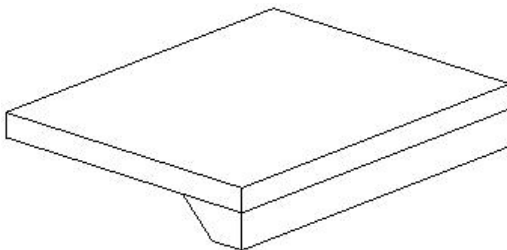

图 4-29 楼板边缘
• 点击“建筑”选项卡“构建”面板中“楼板”下拉列表，选择“楼板：楼板边缘”工具。高亮显示楼板水平边缘，并单击鼠标以放置楼板边缘。也可以单击模型线。单击边缘时，Revit 会将其作为一个连续的楼板边缘。如果楼板边缘的线段在角部相遇，它们会相互斜接。创建的楼板边缘见图 4-29。